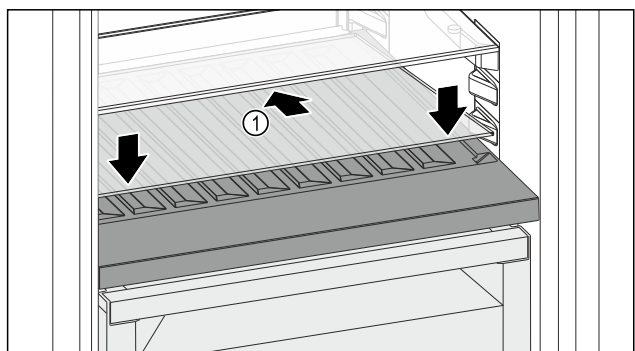

Fig. 120
- Posizionare il ripiano di vetro *Fig. 120 (1)* inclinato indietro e verso il basso.
- Abbassare la parte anteriore del ripiano di vetro *Fig. 120 (1)*.